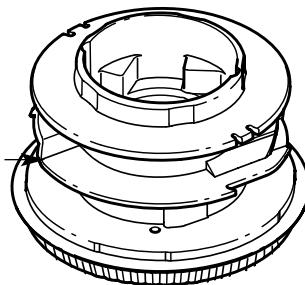

Fig. 50
4. Saque toda la línea que haya en el carrete interior antes de limpiarlo. Saque todos los residuos o pasta de la perilla, resorte, carrete interno y sello de espuma. Lave el carrete interior con agua jabonosa tibia (Fig. 50).